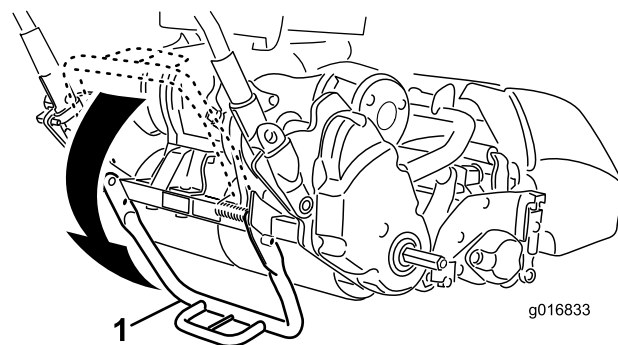

图19
支撑架（图19）安装在机器的后部，用于将机器后部提起，以安装或拆卸行走轮，并确保在拆卸滚刀时，机器落到该支撑架上。
- 要使用支撑架安装行走轮，首先应将其放到地面上，踩下支撑架环，并在手柄下部向上向后拉起机器（图19）。